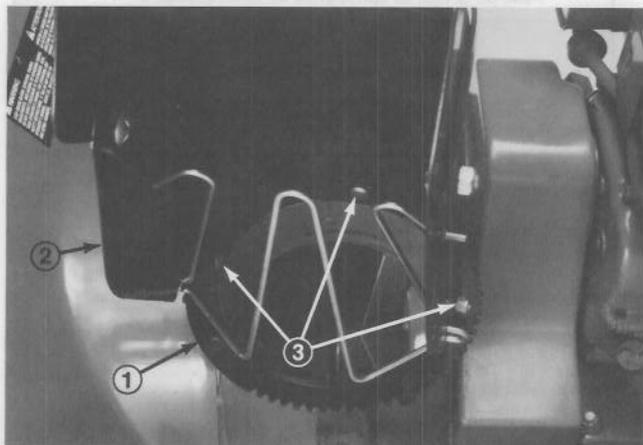

Figure 2
1. Tournez l'anneau de retenue pour que les dents et les pattes de montage soient en position voulue (Fig. 2).
2. Placez l'éjecteur sur l'anneau de retenue (Fig. 2). Ensuite, fixez le dos de l'éjecteur à la patte centrale avec un boulon de carrossier, une rondelle plate et un écrou de blocage (Fig. 2), sans serrer cet écrou.
3. Fixez l'éjecteur aux autres pattes avec deux boulons de carrossier, rondelles plates et écrous de blocage (Fig. 2).